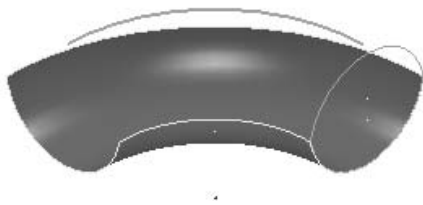

图 2-194 打开范例文件
2) 选择下拉菜单中的“文件”→“打开项目”命令,弹出“打开项目”对话框,选择“exercise29”(“随书光盘:\第2章\exercise29\uncompleted\exercise29”)目录,如图2-194所示。